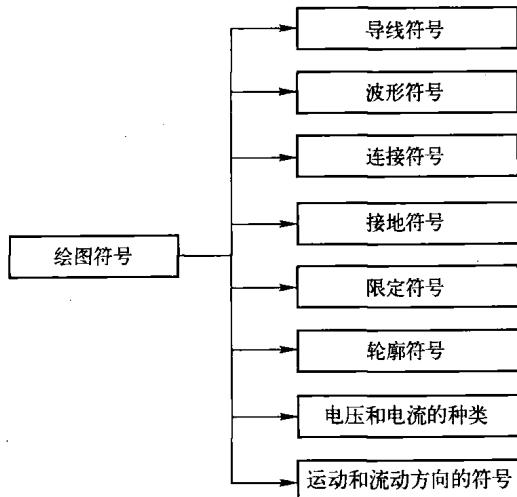

图 1-7 绘图符号的种类
(2) 绘图符号包括导线、波形、连接、接地、限定、轮廓、电压和电流的种类、运动和流动方向的符号等，如图 1-7 所示。